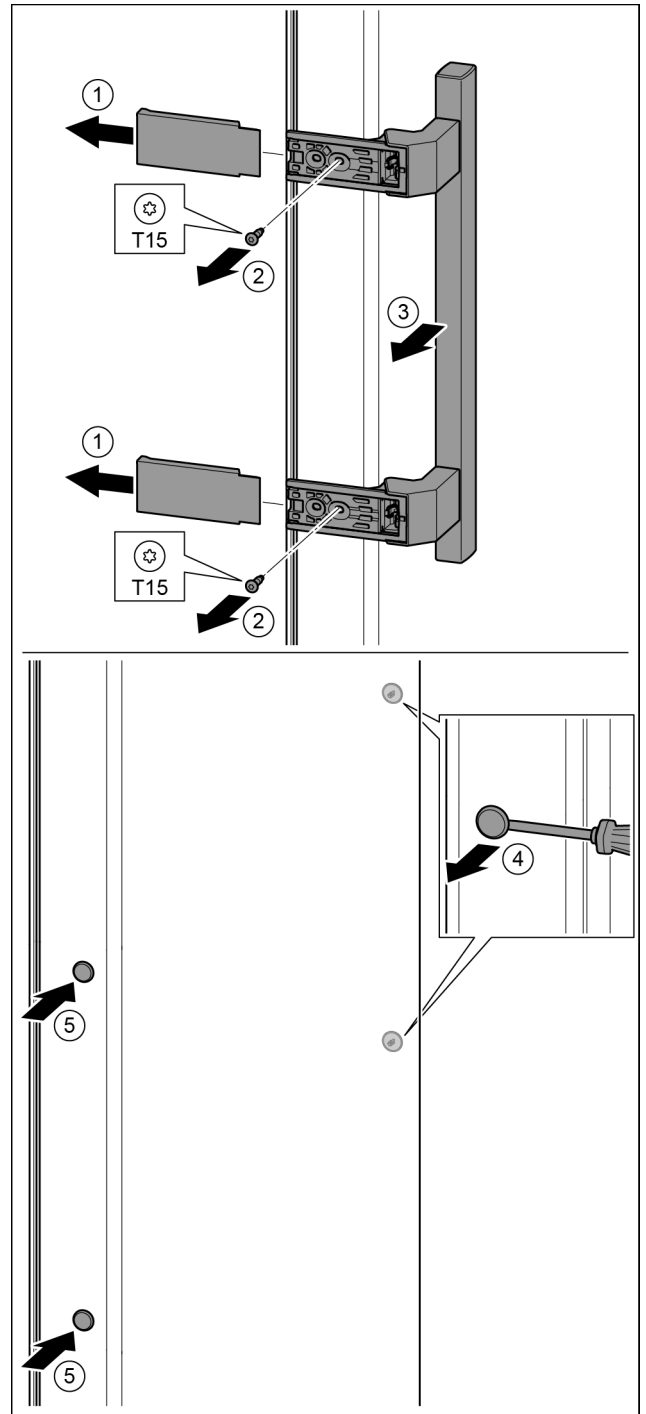

Fig. 33
- ▶ Extrageți capacul. Fig. 33 (1)
- ▶ Demontați șuruburile cu șurubelnița T15. Fig. 33 (2)
- ▶ Detașați mânerul. Fig. 33 (3)
- ▶ Ridicați cu precauție dopul lateral cu o șurubelniță plată și extrageți-l. Fig. 33 (4)
- ▶ Introduceți dopul pe partea opusă. Fig. 33 (5)